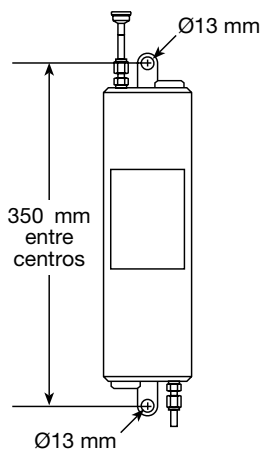

Fig. 3
- El enfriador de muestras se ha de instalar verticalmente, usando los agujeros de los soportes de montaje (ver Fig. 3).